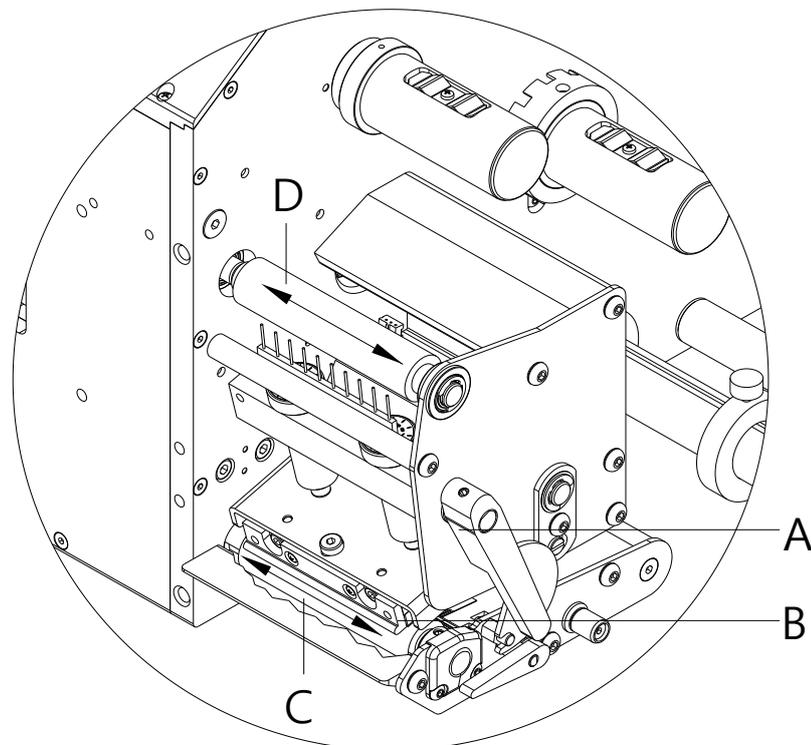

Abbildung 3
1. Andruckhebel (A, Abbildung 3) gegen den Uhrzeigersinn drehen, um den Druckkopf zu entriegeln.
6. Andruckhebel (A, Abbildung 3), bis er einrastet im Uhrzeigersinn drehen, um den Druckkopf anzuklappen.
3. Lichtschanke (A) mit Druckgas-Spray ausblasen.
4. Etiketten-Lichtschanke (A) kann zusätzlich mit einer Reinigungskarte (B) die zuvor mit reinem Alkohol befeuchtet wurde, gereinigt werden. Die Reinigungskarte ist hin und her zu schieben (siehe Abbildung).